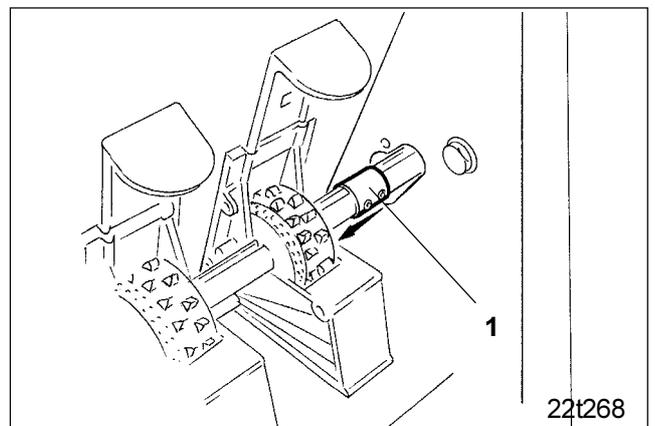
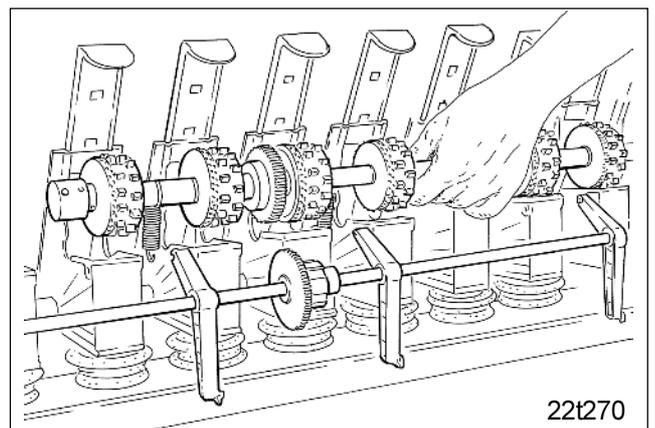

Fig. 1.10
Fig. 1.11
- Verbindungsbuchse (Fig. 1.10/1) nach dem Lösen der Skt.-Schrauben auf der Säwelle verschieben, Säwellenkupplung entkuppeln und die Säwelle mit Särädern beginnend mit der rechten Säwellenhälfte herausnehmen (Fig. 1.11).